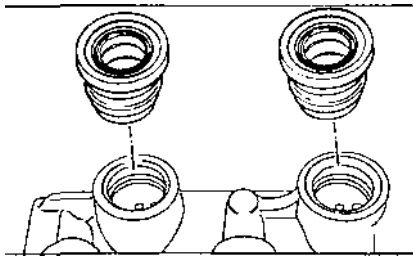

Рис. 7.18.
- извлечь из корпуса ГТЦ уплотнительные кольца (рис. 7.18).